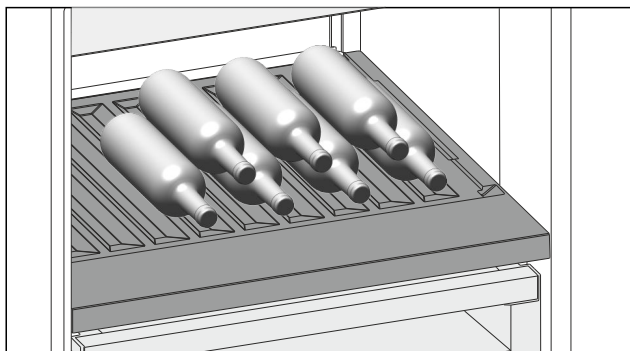

Fig. 142
- ▶ Steklenice vstavite z dnom proti zadnji steni aparata. (glejte Fig. 142)